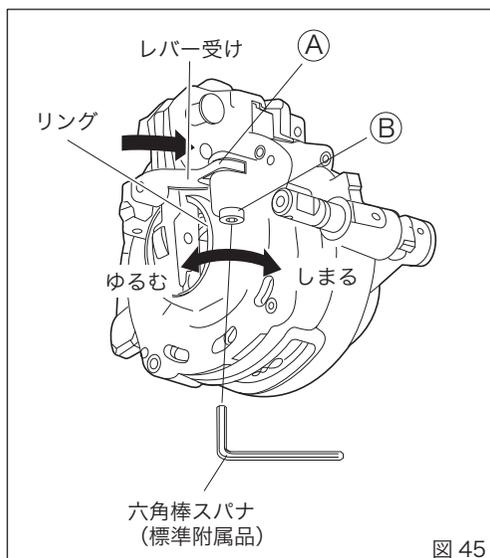

図 45
### ③ レバー受けを元の状態に戻す(図45)
- ③-1 レバーつまみを持って、外れたリングを元に戻してください。
- ③-2 Bのボルトを付属の六角棒スパナで反時計方向に3回転ほどゆるめてください。
- ③-3 レバー受けを回し、A部を軽く叩いて元の位置にはめ込んでください。
- ③-4 ゆるめたBのボルトをもう一度締め込んでください。